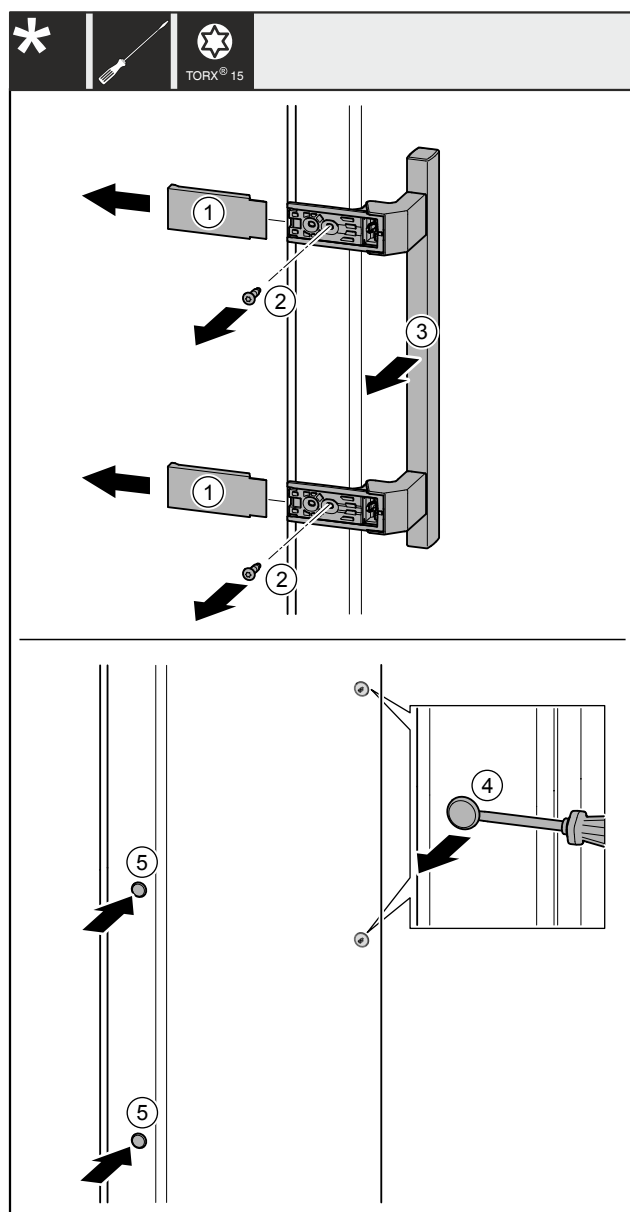

Fig. 40
- ▶ Noņemiet pārsegu Fig. 40 (1).
- ▶ Ar skrūvgriezi izskrūvējiet skrūves Fig. 40 (2).
- ▶ Noņemiet rokturi Fig. 40 (3).
- ▶ Paceliet uzmanīgi ar plakano skrūvgriezi un izvelciet ārā sānu aizbāzni Fig. 40 (4).
- ▶ Ievietojiet atpakaļ aizbāzni Fig. 40 (5) otrajā pusē.